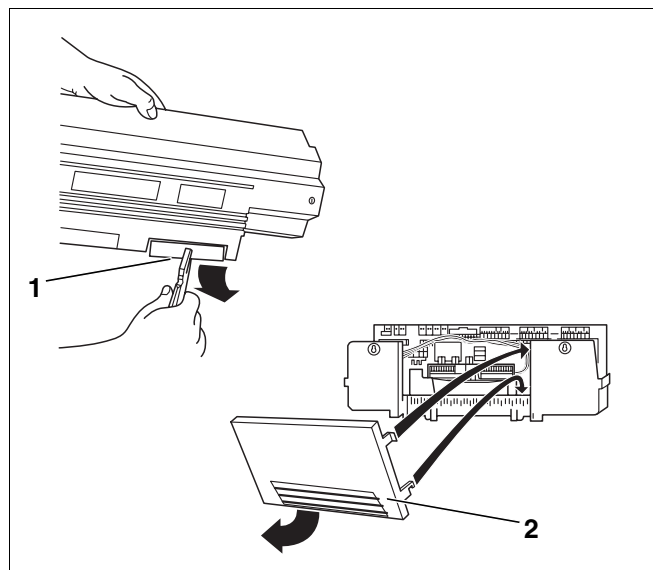

Fig. 44 Pregătire – trecerea cablurilor
- Dacă este necesar se rup măștile de treceri de cabluri (fig. 44, **poz. 1**), din peretele posterior (Logamatic 33..) resp. se scoate capacul posterior (Logamatic 43..) (fig. 44, **poz. 2**).
- Clemele capacului din spate (Logamatic 43..) se introduc în suport apoi se împinge în partea de sus până ce clemele laterale fixează capacul de carcasă (fig. 44, **poz. 2**).